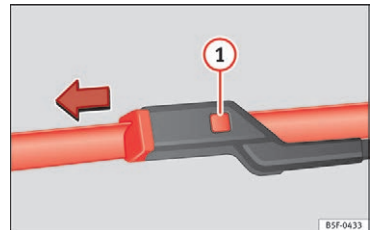

Fig. 75 Udskiftning af viskerblad til forruden
- Tryk på knappen ① »» Fig. 75.